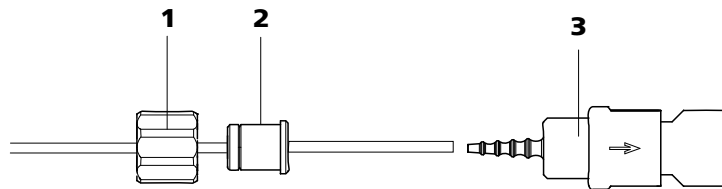

Abbildung 20 Pumpschlauch-Verbindung mit Filter installieren
- **Fall A:** eine Pumpschlauch-Verbindung **mit Filter** 6.2744.180 (siehe Abbildung 20, Seite 31) oder